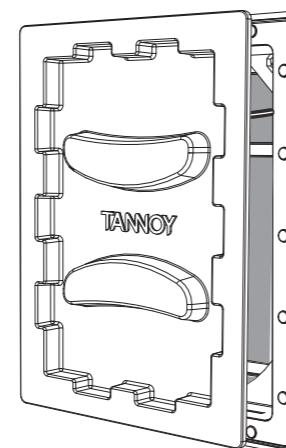

图 12. 在框架上添加绘画蒙版
- 将防毒面具按入框架中，然后用磁铁将其固定在适当的位置（图 12）。在对墙壁和框架的周围进行粉刷时，将其保留在原位，直到准备好安装扬声器为止。